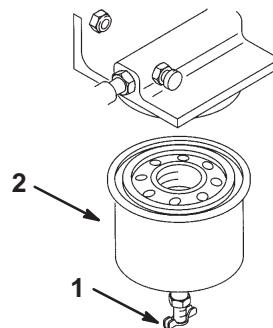

Figure 31
- Ouvrez le robinet de vidange (Fig. 31) pour que le carburant qui se trouve dans le filtre à carburant s'écoule dans un bac approprié. Eliminez le carburant conformément à la réglementation locale en matière d'environnement.
- Déposez le filtre à carburant à l'aide d'une clé spéciale (Fig. 31).